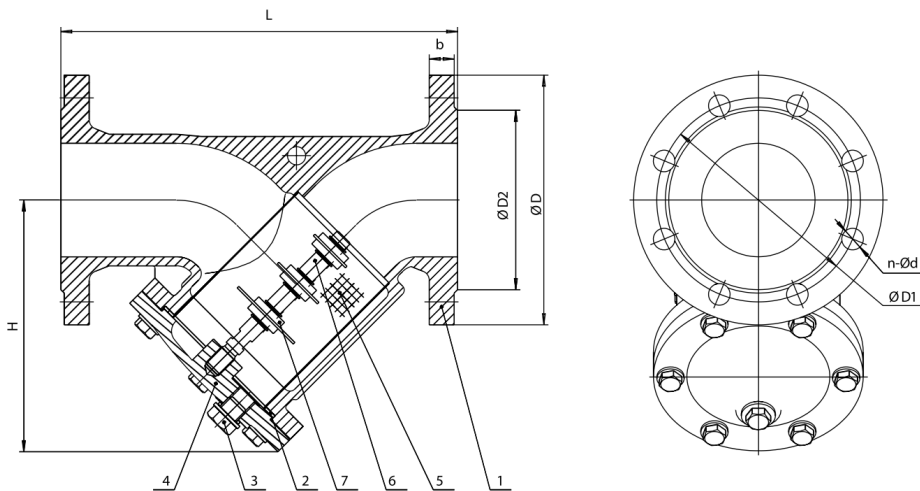

Рис. 1.
1.3.1. Основные элементы конструкции фильтра приведены в табл. 1, на рис. 1.
1.3.2. Принцип действия фильтра основан на улавливании механических примесей внутренней поверхностью фильтрующего элемента (сетки (5) с осаждением этих примесей на дне осадочной камеры (4) корпуса (1) с крышкой (4) и ферромагнитных включений наружной поверхностью магнитов (7), расположенных на стержне (6) (рис. 1).
Износ или повреждение уплотнения	Демонтировать крышку и заменить уплотнение 2 (рис.1)*